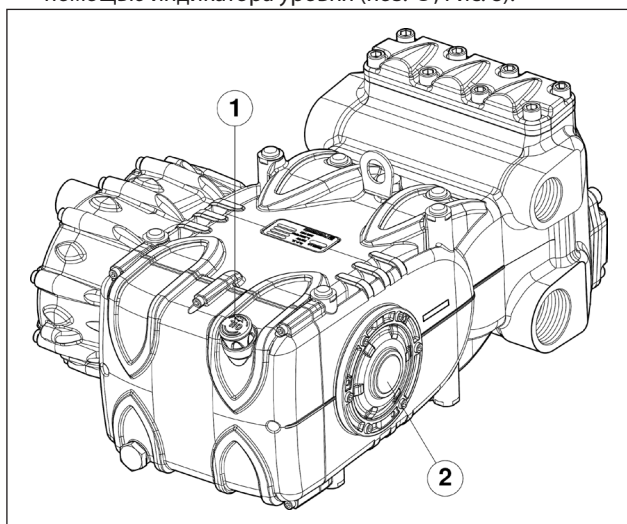

Рис. 8
5. Масло в корпусе насоса находится на правильном уровне при проверке с помощью специального щупа (поз. ①, Рис. 8) или, только в исключительном случае, с помощью индикатора уровня (поз. ②, Рис. 8).